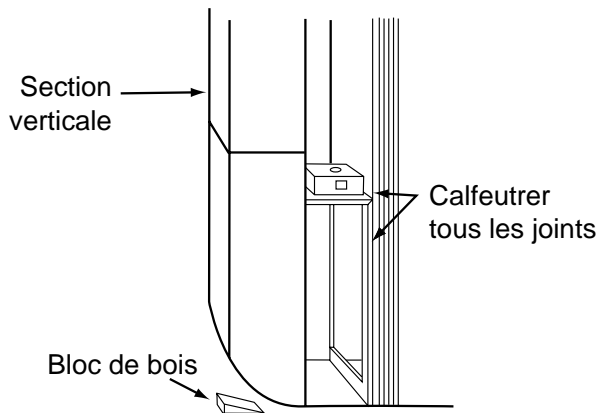

Figure 16
5. Raccorder la conduite verticale sur le coude. Coincer un bloc de bois entre le plancher et le coude afin de supporter ce dernier (figure 16).